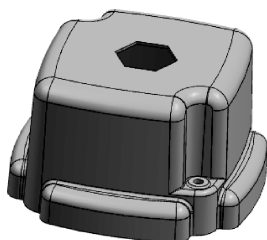

图 2-19 重新附着草图后的特征
- 07 单击【拉伸】对话框中的【确定】按钮, 完成草图的重附着, 如图 2-19 所示。